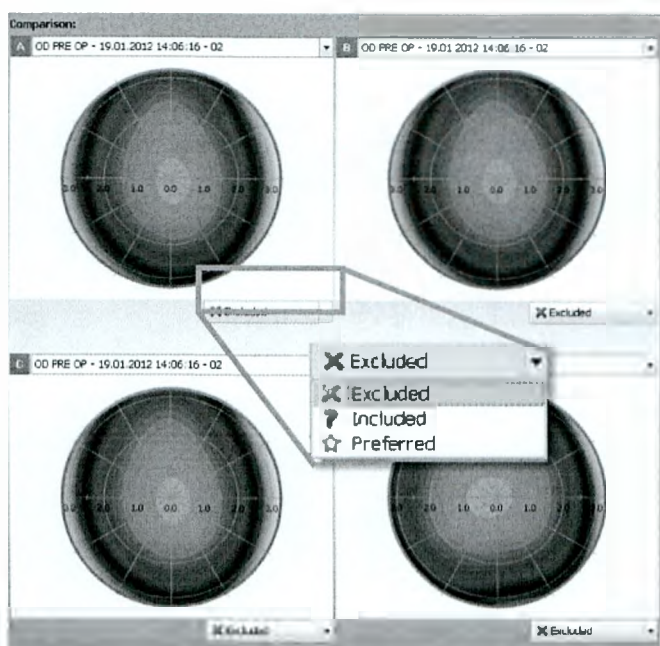

Рисунок 67: Настройка приоритетности
- Кликните меню , чтобы выбрать приоритет для отдельных обследований (см. рисунок 67 "Настройка приоритетности")